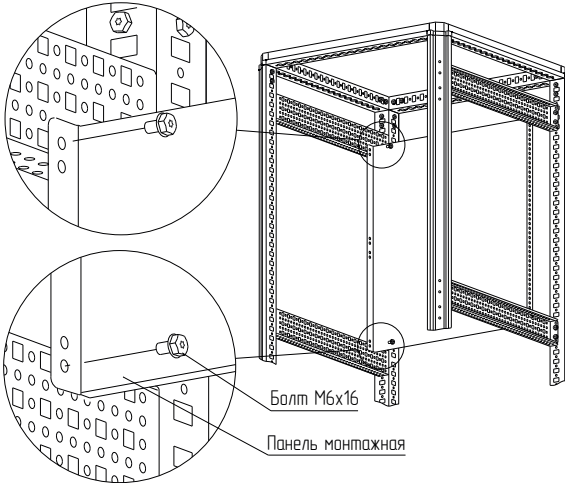

Рисунок 15
– вариант 1. Болтами М6х16 (рисунок 15). Момент затяжки – 7 Н·м. Болты приобретаются отдельно;